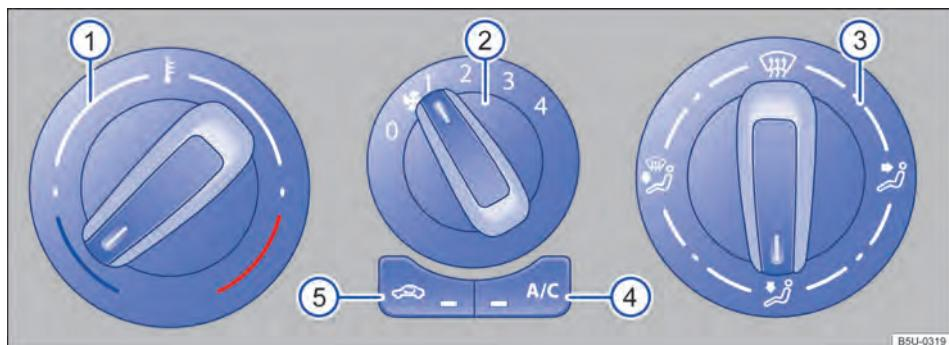

Fig. 73 Comandos do ar-condicionado.
- Sistema de ventilação e aquecimento: girar o regulador do ventilador para o nível 0 → Fig. 73 (2).
- Ar-condicionado: girar o regulador do ventilador para o nível 0 → Fig. 73 (2).
- Sistema de ventilação e aquecimento: girar o regulador rotativo esquerdo → Fig. 73 (1) para regular a respectiva temperatura.
- Ar-condicionado: girar o regulador rotativo esquerdo → Fig. 73 (1) para regular a respectiva temperatura.
- Sistema de ventilação e aquecimento: girar o regulador do ventilador → Fig. 73 (2).
- Ar-condicionado: girar o regulador do ventilador → Fig. 73 (2).
- Sistema de ventilação e aquecimento: girar o regulador da direita → Fig. 73③ para posição desejada.
- Ar-condicionado: girar o regulador da direita → Fig. 73 ③ para posição desejada.
- Girar o botão da distribuição de ar → Fig. 73③ para a posição , nesta posição o modo de recirculação de ar é automaticamente desligado.
- Girar o botão do ventilador ② no nível 3 ou 4.
- Girar o botão da temperatura ① para a posição desejada.